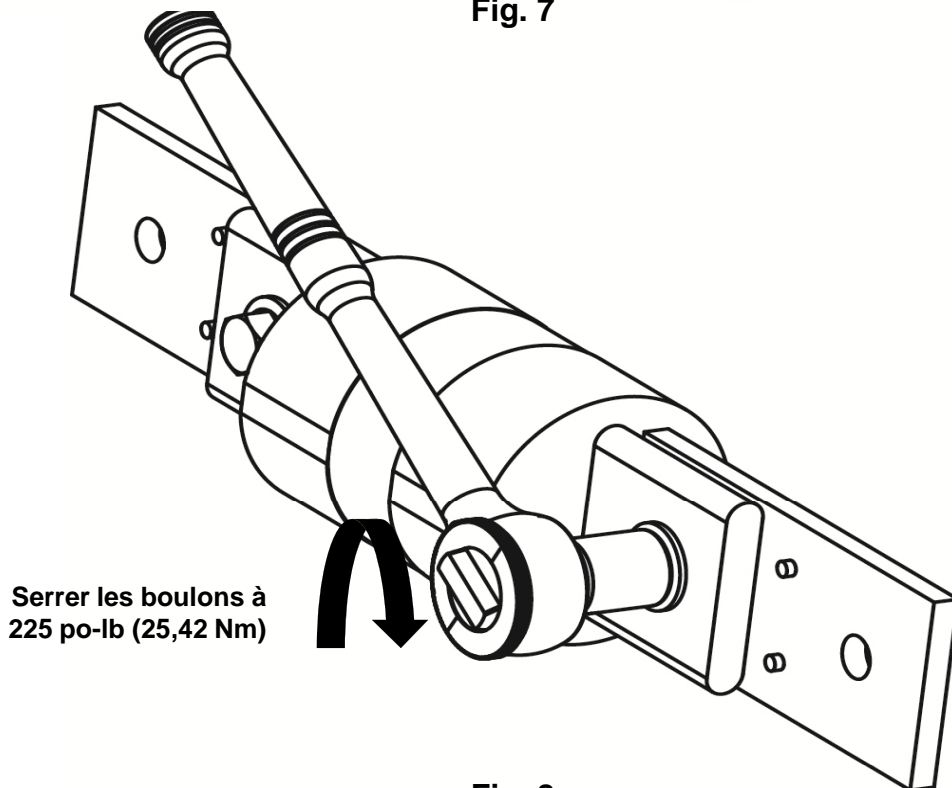

Fig. 8
5. Une fois l'installation terminée, vérifier le couple des vis de fusible « J » (Fig. 8).